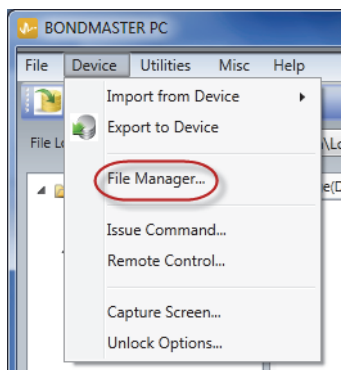

Рис. 6-16 Команда File Manager (Диспетчер файлов)
- ◆ В меню **Device** программного обеспечения BondMaster PC выберите **File Manager** [Диспетчер файлов] (см. Рис. 6-16 на стр. 154).